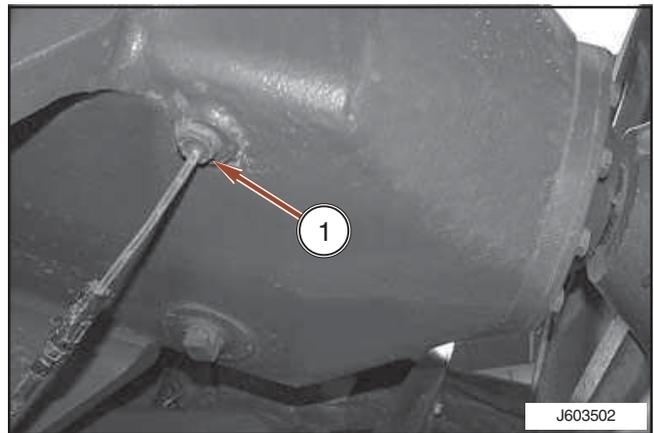

FIG. 9
FIG. 9: il sensore (1) della temperatura della scatola ingranaggi è situato sul lato destro della scatola stessa. Il termointerruttore invia al monitor il valore della temperatura del lubrificante della scatola ingranaggi; se la temperatura sale eccessivamente, si genera un messaggio di avvertimento.